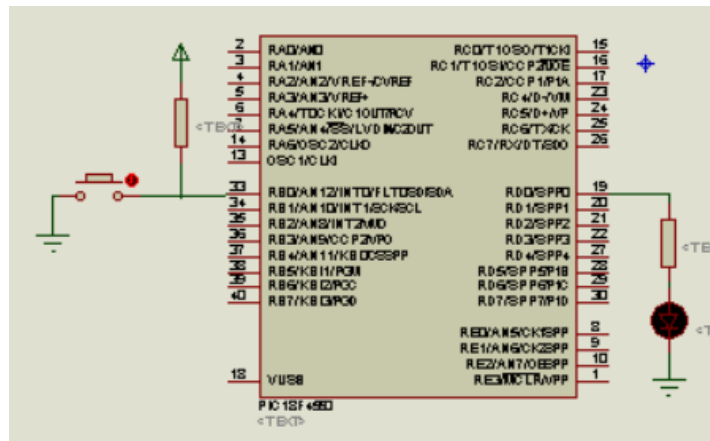

Figura 3: Led acionado através da interrupção 0
3. Na Figura 3 o comportamento esperado é o Led no pino RD0 ligar/desligar a cada vez que o botão em RB0 for pressionado. No entanto, nada acontece ao se pressionar o botão em RB0.